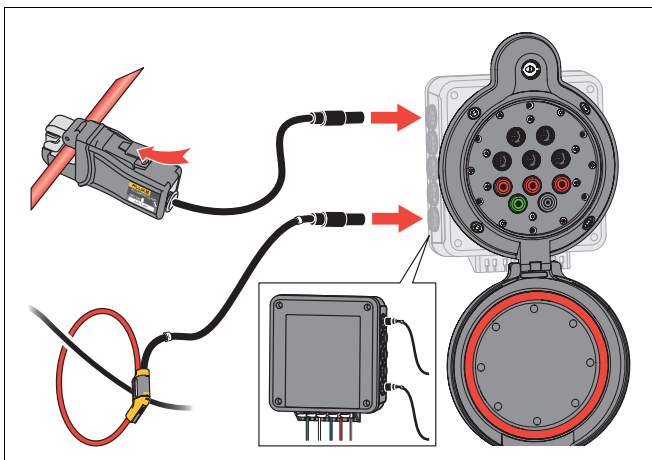

Рисунок 5. Подключение для измерения силы тока
1. С помощью iFlex или клещей выполните измерение на проводе фазы. См. Рисунок 5. Убедитесь, что стрелка на датчике тока соответствует направлению тока.